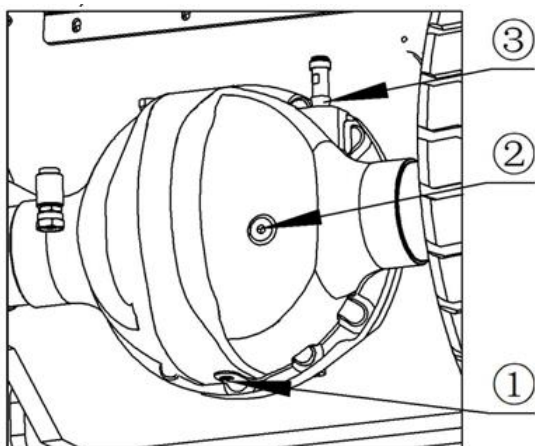

Рис. 3-6. Схема определения необходимости замены масла в редукторе.
Как показано на Рис. 3-6:
- Снять с редуктора заглушку для измерения уровня масла (поз. (2) на Рис. 3-6). Уровень масла в редукторе должен быть на одном уровне с нижней частью заглушки для измерения уровня масла;
- При необходимости добавить рекомендованное масло для редуктора (масло для редуктора 85W/90 GL-5) нужно очистить и снова установить заглушку для измерения уровня масла (поз. (2) на Рис. 3-6).
- Снять заглушку для заливки масла (поз. (3) на Рис. 3-6) и сливную заглушку (поз. (1) на Рис. 3-6) с редуктора и дать маслу стечь в подходящую емкость.
- Тщательно очистить и поставить на место сливную заглушку (поз. (1) на Рис. 3-6);
- Заполнить редуктор указанным в спецификации количеством масла через заглушку для заливки (поз. (3) на Рис. 3-6);
- Тщательно очистить и установить на место заглушку измерения уровня масла (поз. (2) на Рис. 3-6).